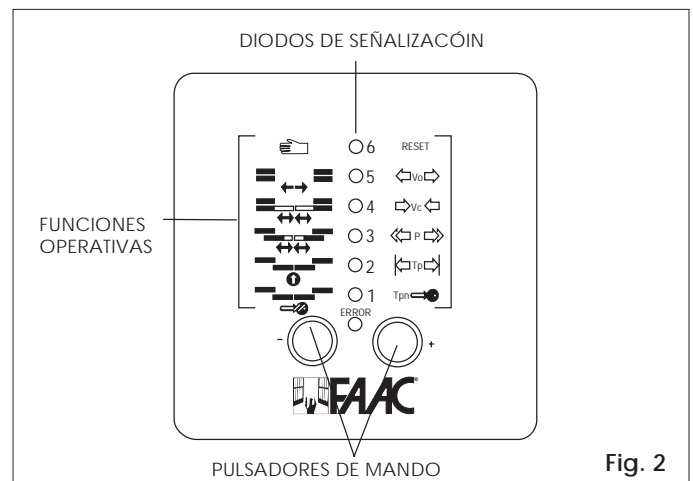

Fig. 2
Como accesorio, es posible instalar en lugar del selector de funciones una unidad de programación CODIS (fig. 2).
- Pulsar el botón - hasta activar la función operativa deseada (diodo encendido con luz fija, fig. 2).